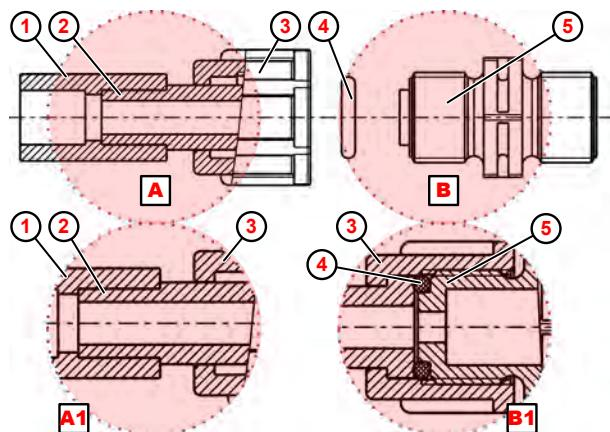

Abb. 10: Rohranschluss mit Aufschweißverbindung
1. ► Aufschweißverbindung (Abb. 10 , ①) mit Schlauchanschluss verschweißen.
2. ► O-Ring ④ in Nut von Saug-, bzw. Druckventil ⑤ legen.
3. ► Überwurfmutter ③ festziehen (Detail **B1**).